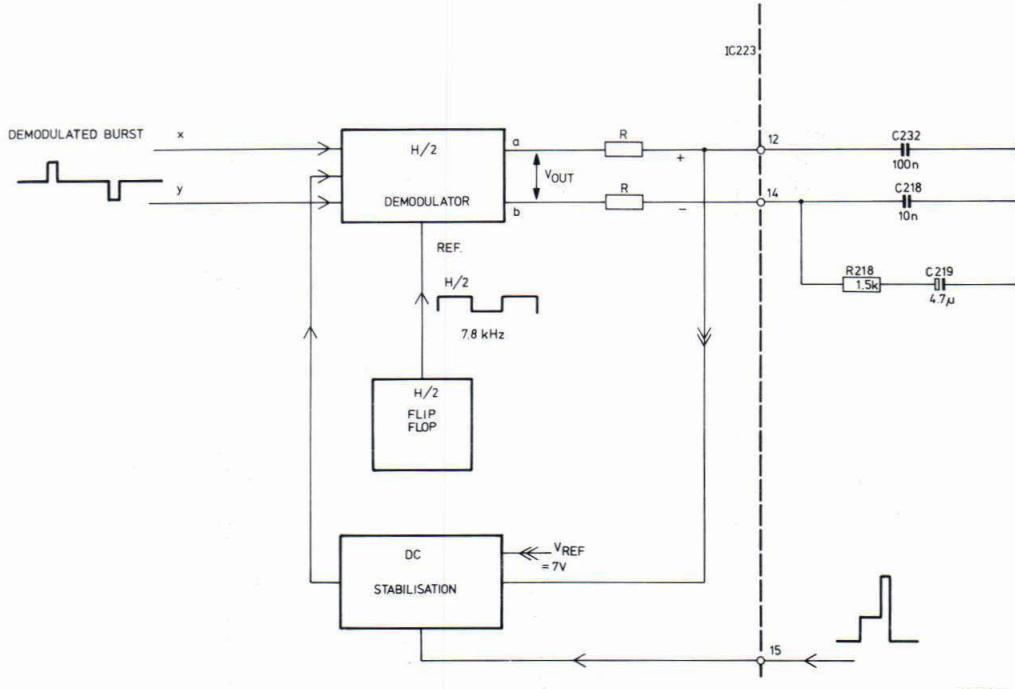

Fig. V-11
8. De H/2 demodulator (Fig. V-11)